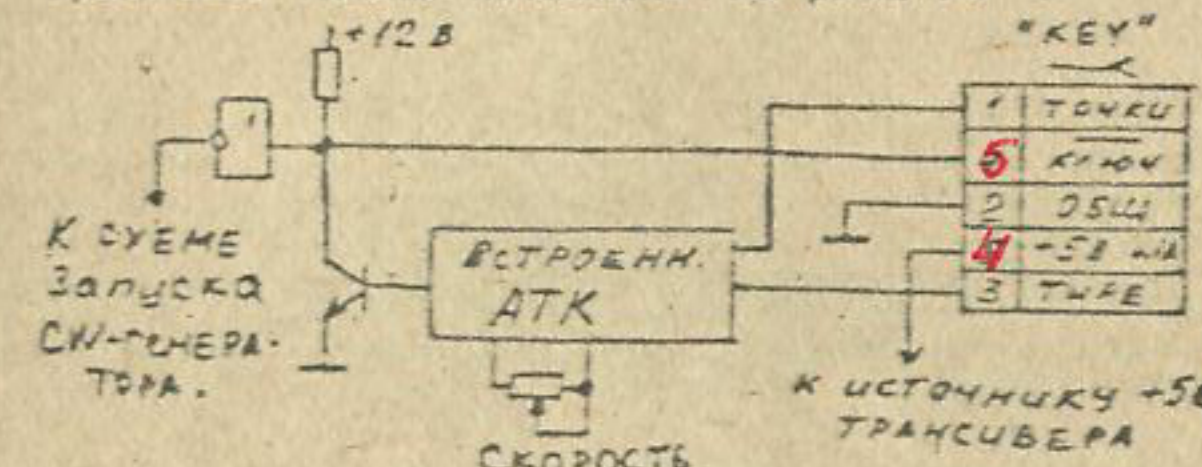
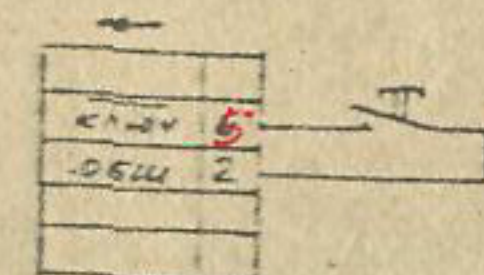

Рис. 9
Рис. 10
7.6 Разъем "KEY" ("ТЕЛЕГРАФНЫЙ КЛЮЧ") (69) служит для подключения телеграфного ключа или манипулятора автоматического телеграфного ключа (АТК) встроенного в трансивер. Схема управления этим разъемом со стороны трансивера приведена на рис. 9. Схема подключения обычного телеграфного ключа показана на рис. 10.